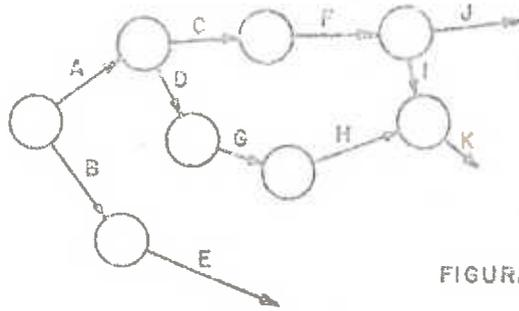

FIGURA 19
h) Reflejando la octava condición tendríamos (figura 19):